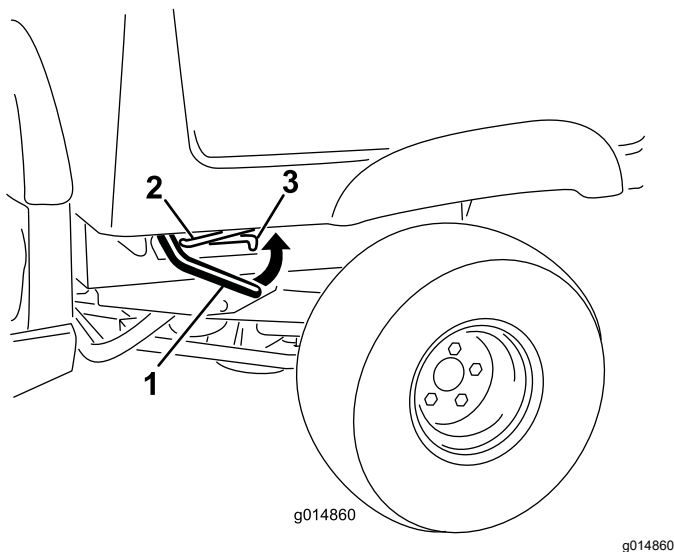

図 13
1. 荷台の右側または左側でレバーを引き上げ、荷台を持ち上げる 図 13
1. ラッチバーを引き上げて荷台を少し持ち上げる 図 13)。